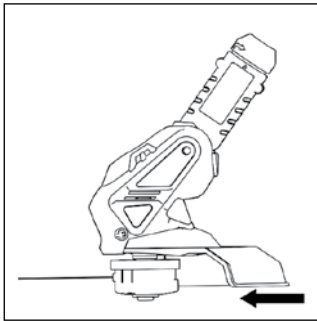

Рис. 2
- Наденьте защитный кожух в направлении стрелки на корпус двигателя, как показано на рис. 2.